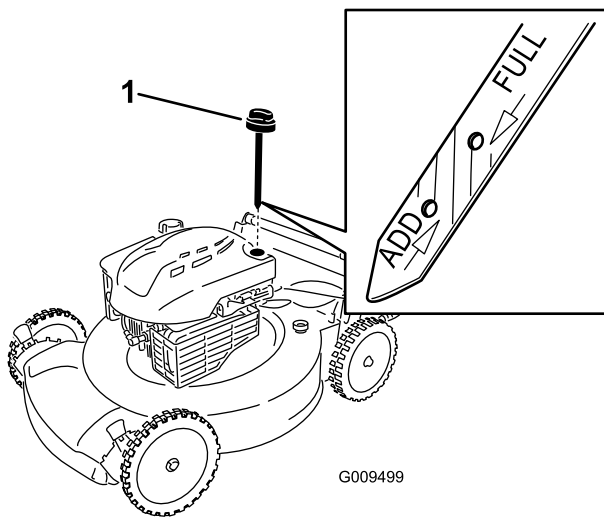

Figura 5
1. Retire la varilla (Figura 5).
2. Vierta **lentamente** aceite en el tubo de llenado hasta que el nivel llegue a la marca **"Full"** (lleno) de la varilla (Figura 5). **No llene demasiado.** (Capacidad máxima: 0,59 l (20 onzas), tipo: SAE 30, aceite detergente con clasificación de servicio API SF, SG, SH, SJ, SL o superior.)